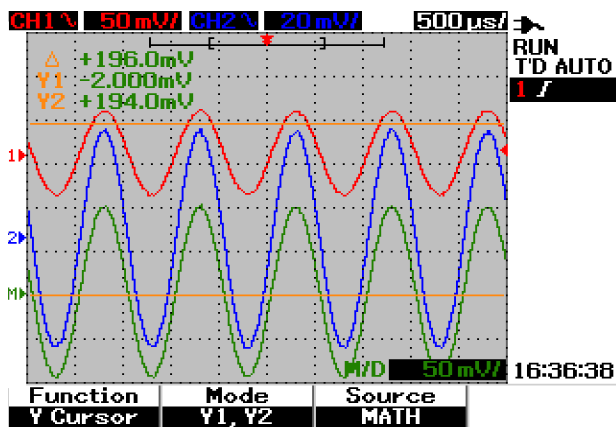

Figure 3-36 Fonction mathématique pour la mesure avec les curseurs Y
- 6 Dans la Figure 3-36, la fonction mathématique est sélectionnée et le résultat est affiché en haut à droite de la zone d'affichage des signaux.